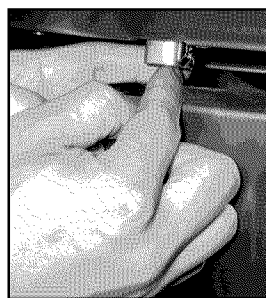
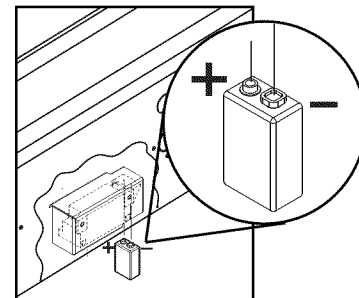

FIG. 52
FIG. 53
4. Remettez-la en place vers le haut et poussez jusqu'à entendre un déclic, Fig. 52 (la polarité est indiquée à la Fig. 53).